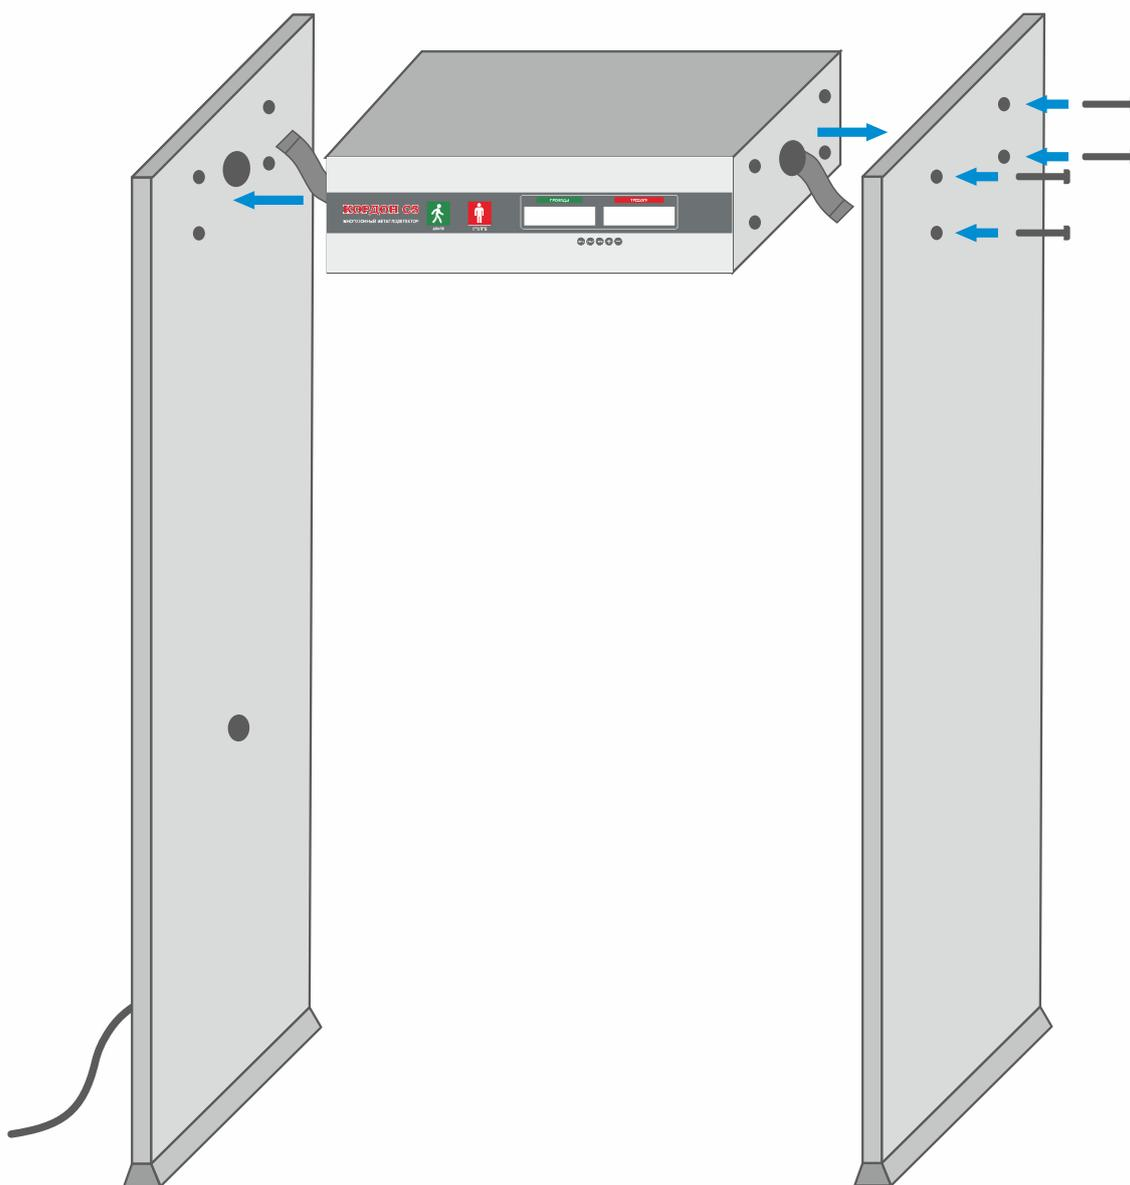

Рисунок 3. Сборка металлодетектора.
3. Соедините блок электроники и приёмо-передающие антенны с помощью входящих в комплект винтов, как показано на рис. 3.